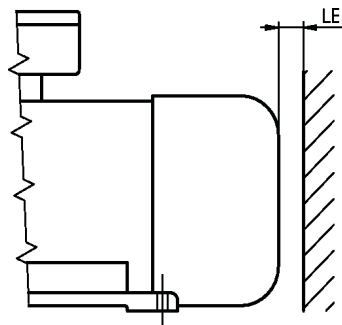

Abbildung 2: Mindestabstand von Hindernis zu Lufteintrittöffnung
Luft Eintritt und -austritt der Lüfterhaube dürfen nicht behindert sein, da sonst die Erwärmung über die zugelassene Temperaturklasse steigt, sowie die Lebensdauer der Wicklungs Isolation verkürzt wird (→ Abbildung 2 und → Tabelle 2).
Tabelle 2: Mindestabstand (LE) eines Hindernisses von der Lufteintrittsöffnung, → Abbildung 2